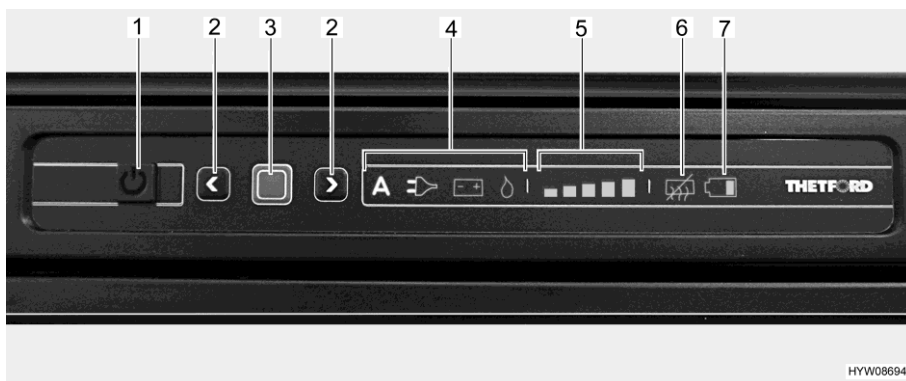

Bild 143 Lysdiodsreglage (kylskåp Thetford)
- Tryck på på/av-knappen (Bild 143,1) i en sekund. Knappen tänds med grönt ljus. Efter ca 10 sekunder dimmas indikeringen automatiskt för att spara ström.
- Tryck på bekräftelseknappen (Bild 143,3). Det sist valda driftläge visas.
- Tryck ned bekräftelseknappen (Bild 143,3) i cirka 2 sekunder. Symbolen för driftläge blinkar.
- Manuellt energival: Med pilknapparna (Bild 143,2) väljer du önskad energikälla.
- Automatiskt energival (endast för utförande med automatiskt energival): Välj driftläget "A" med hjälp av pilknapparna (Bild 143,2).
- Bekräfta valet med bekräftelseknappen (Bild 143,3).
- Tryck på bekräftelseknappen (Bild 143,3) igen. Kylvåindikatorn (Bild 143,5) blinkar.
- Ändra inställningen genom att trycka på pilknapparna (Bild 143,2) tills önskad inställning visas.
- Tryck på på/av-knappen (Bild 143,1) i cirka 2 sekunder. Alla lampor släcks. Kylskåpet är avstängt.
Kyltemperaturreglering När kylskåpet sätts på väljs automatiskt den sist valda termostatinställningen. Denna inställning kan ändras manuellt med pilknapparna (Bild 143,2). Det tar alltid några timmar innan man har en normal drifttemperatur i kylskåpet. Vid omkopplingen till ett annat driftläge, bibehålls termostatinställningen.